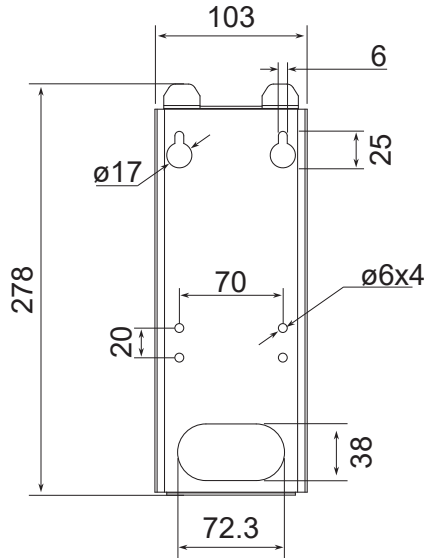

Abb. 5-2 Bemaßung der Wand-Metallhalterung
2. Bohren Sie 4 Löcher mit einem Durchmesser von 8 mm und einer Tiefe von mindestens 50 mm in einem Abstand von 70 mm in der Breite und 280 mm in der Höhe. Verwenden Sie die oberen und unteren Löcher der Metallhalterung wie in Abb. 5-2 gezeigt.